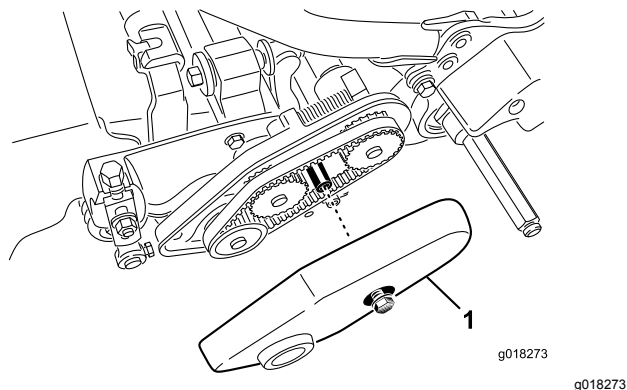

Figure 45
2. Desserrez le boulon à embase qui fixe le couvercle de la courroie et déposer le couvercle pour exposer la courroie (Figure 45).